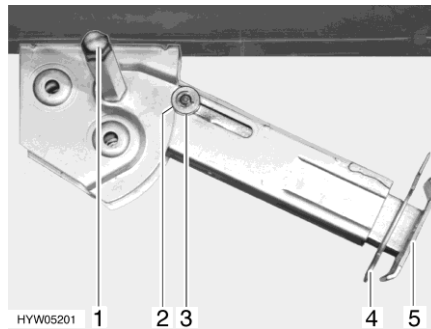

Fig. 27 Vérin stabilisateur
- Placer la clé à pipe sur l'écrou à six pans (Fig. 27,1) et tourner jusqu'à ce que le vérin stabilisateur soit en position verticale vers le bas.
- Retirer la goupille (Fig. 27,4) de la rallonge du pied d'appui (Fig. 27,5).
- Placer la clé à pipe sur l'écrou à six pans (Fig. 27,1) et tourner jusqu'à ce que le vérin stabilisateur se dégage du sol.
- Rentrer complètement la rallonge du pied d'appui (Fig. 27,5) et insérer la goupille (Fig. 27,4) dans le trou prévu à cet effet.
- Tourner la clé à pipe sur l'écrou à six pans (Fig. 27,1) jusqu'à ce que le vérin stabilisateur ait pivoté vers le haut et le disque de guidage (Fig. 27,3) soit complètement rentré dans l'encoche (Fig. 27,2).